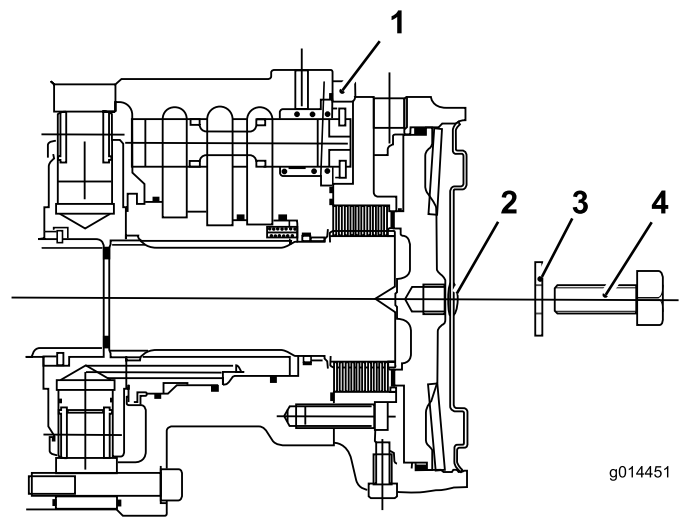

Figure 54
- C. Placez le bouchon hexagonal dans la plaque d'extrémité du moteur (Figure 54).